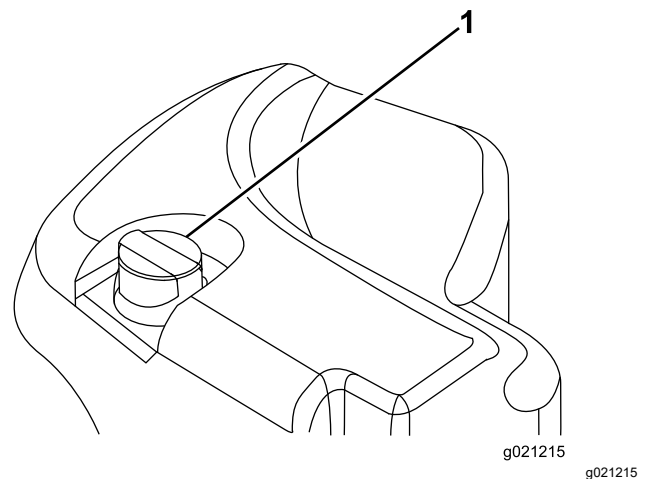

Figura 99
2. Pulite attorno al collo del bocchettone e del tappo del serbatoio idraulico (Figura 99). Togliete il tappo dal collo del bocchettone.